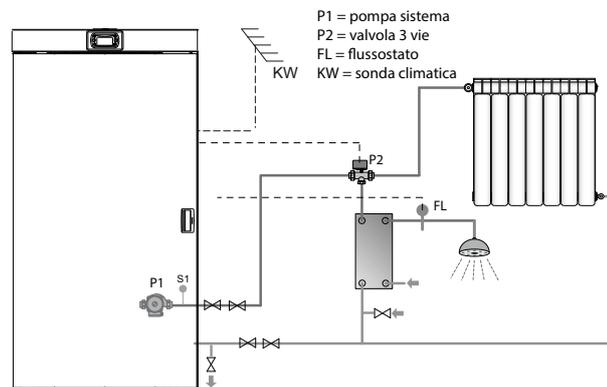

fig. 8 - Configurazione con kit sanitario
3.9 Impianto con kit istantaneo sanitario (fig. 8)